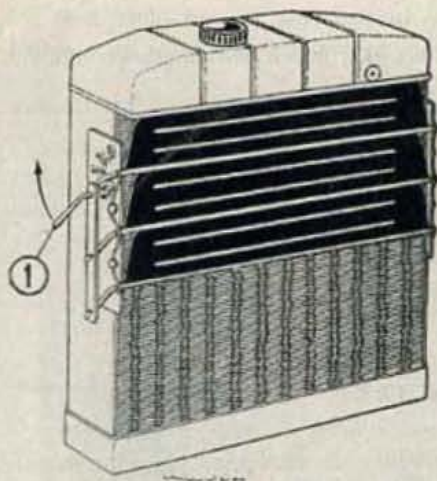

Fig. 20. - Persiana del radiatore.
Il rubinetto di scarico (4) è situato in basso sul lato sinistro del motore ed è comandato da una lunga leva (2) facilmente accessibile (vedi fig. 20).
La persiana applicata davanti al radiatore (vedi fig. 20), ha lo scopo di proteggerlo da correnti d'aria troppo fredde. E' comandata a mano, mediante un'apposita maniglia (1), situata a destra del radiatore, e può assumere quattro posizioni: